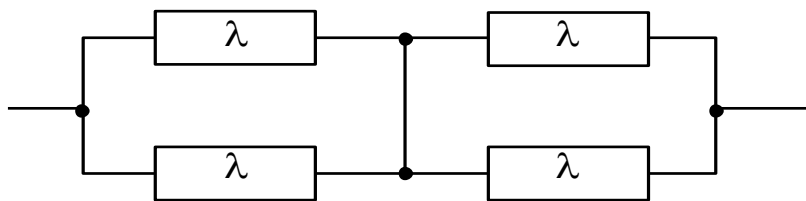

Рис. 3.3. Схема расчета надежности к задаче 4.5
3.5. Схема устройства приведена на рис. 3.3. Предполагается, что последствия отказов отсутствуют и все элементы равнонадежны с интенсивностью отказа $\lambda = 1,35 \cdot 10^{-3}$ ч⁻¹. Определить наработку до первого отказа.